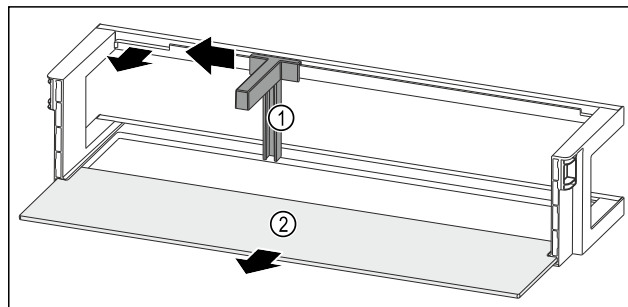

Fig. 134 Balconnet de contre-porte avec porte-bouteilles et tablette de rangement
- Pousser le porte-bouteilles Fig. 134 (1) sur le côté jusqu'à l'évidement.
- Retirer le porte-bouteilles Fig. 134 (1).
- Retirer la tablette de rangement Fig. 134 (2).